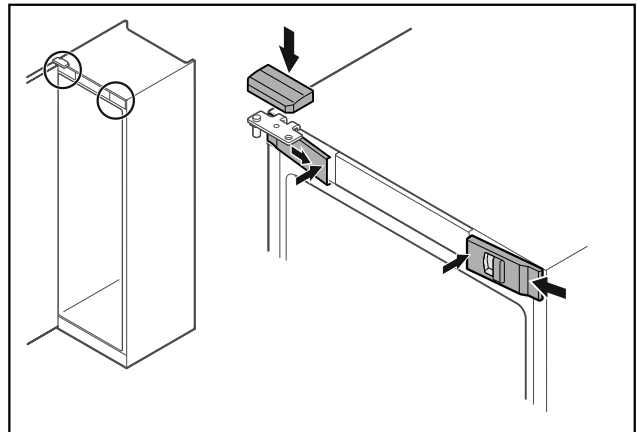

Fig. 46
- ▶ Передні кришки Fig. 46 (1) зачепити збоку та зафіксувати всередині.
- ▶ Зафіксуйте верхню кришку Fig. 46 (2) зверху.